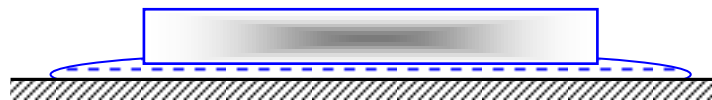

Рис. 4.2. К задаче 4.6
4.6. 100 кг льда с $t_1= -10$ °С помещены в окружающую среду с $t_{oc}=20$ °С (рис. 4.2). Лед тает, и вода нагревается до температуры окружающей среды $t_2=t_{oc}$. Давления льда и воды равны давлению окружающей среды и постоянны.